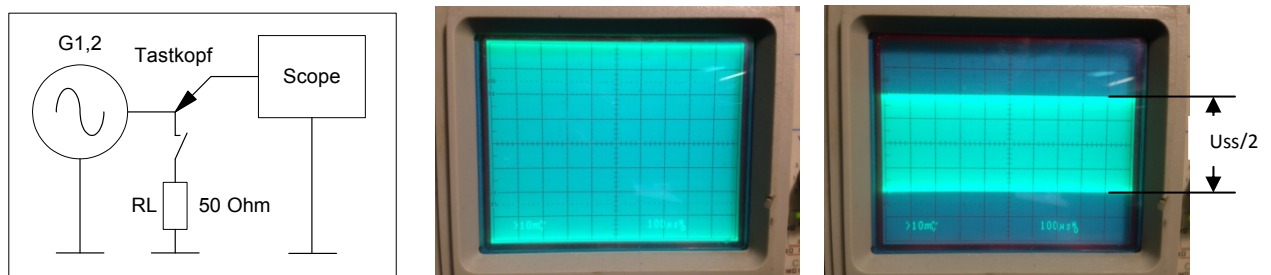

**Bild 12: Messung der Richtschärfe einer Wheatstone-Brücke**
Bild 10 zeigt den Aufbau des Combiner, mit und ohne Trimmer. Die Messung der Entkopplung erfolgte mit einem Tracking-Generator (Pegel -20dBm) über einen Frequenzbereich von 0-14MHz (Bild 11). Dazu wird das TG-Signal in Port A (B) eingespeist und der Pegel in Port B (A) gemessen. Gleichzeitig wird der Brückenausgang (C) mit 50 Ohm abgeschlossen. Die Entkopplung sollte in beide Richtungen gemessen werden. Die von mir verwendete Wheatstone-Brücke mit 100 Ohm-Trimmer, aufgebaut in ein kleines Weißblechgehäuse, zeigt Bild 12.